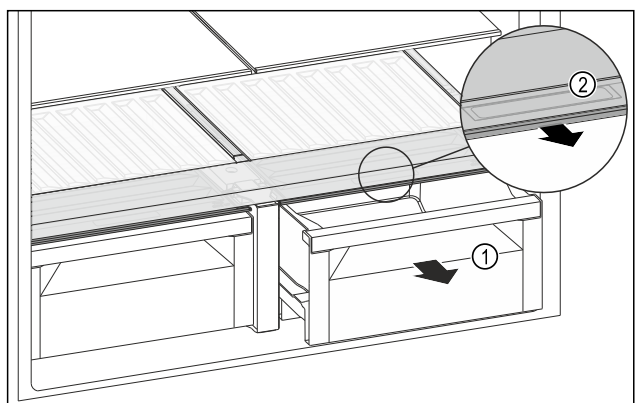

Fig. 132
- ▶ Vytiahnite zásuvku Fig. 132 (1).
- ▶ Uchopte priehľbinu na rukoväť Fig. 132 (2) na veko zásuvky a súčasne ťahajte veko zásuvky dopredu.